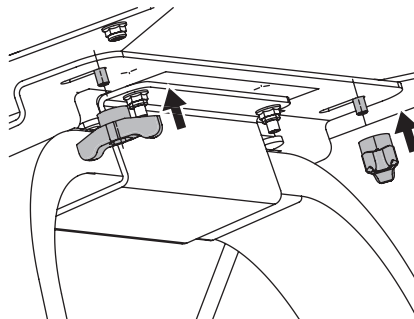

Figura 8
2. Como se ve en la Figura 8, gire las perillas (elemento 5) en el interior de los pernos preinstalados.
1. Para extraer la cubierta del ROPS, desatornille las perillas (elemento 5) de los pernos como se muestra en la Figura 8.